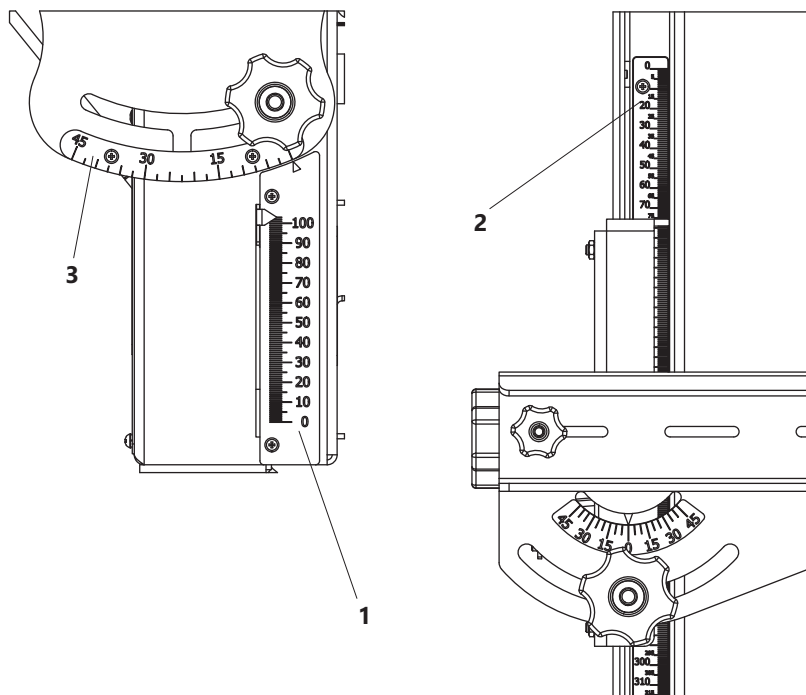
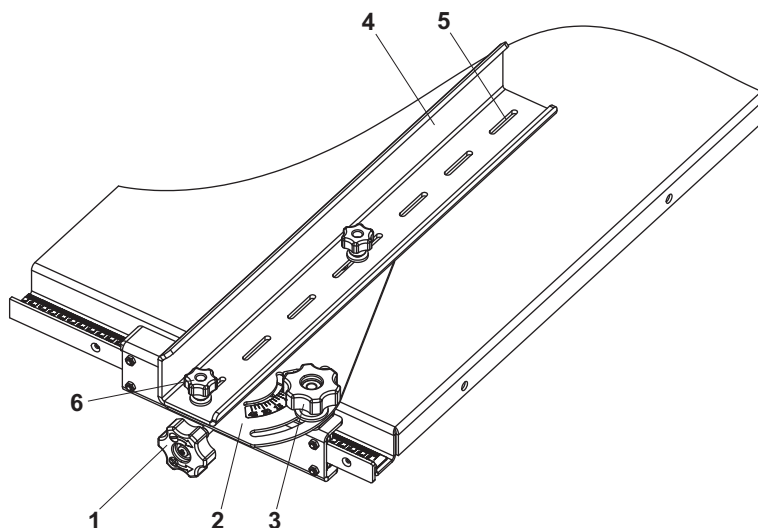

Рисунок 7. Шкалы настройки реза
Рисунок 8. Регулировка положения направляющей линейки
6.1.2 Регулировка шкал (рис. 7)
7.1.1 Установка и настройка направляющей линейки (рис. 8)
Направляющая линейка может перемещаться вдоль кромки пильного стола. После выставления необходимого размера по шкале 2 (рис. 7), направляющая линейка фиксируется ручкой 1 (рис. 8). Для изменения угла поворота направляющей линейки расфиксируйте поворотный кронштейн 2 ручкой 3 и поверните на необходимый угол, зафиксируйте установленный угол.
- с помощью маховика 11 установить по шкале 1 (рис. 7) указатель на необходимую глубину пропила;
- с помощью рукоятки 13 установить по шкале 3 (рис. 7) указатель на необходимый угол наклона пильного диска;